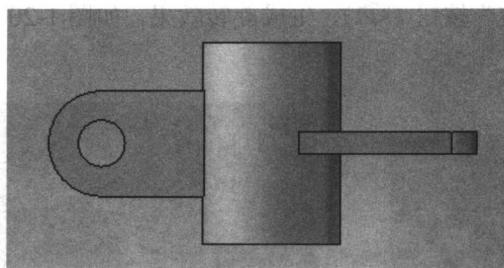

图 1-15 拉伸效果
(8) 单击“拉伸凸台/基体”工具按钮 ( ), 打开“拉伸”属性管理器, 将方向 1 和方向 2 的深度均设置为 2.5mm。然后单击“确定”按钮 ( ), 生成拉伸效果, 如图 1-15 所示。